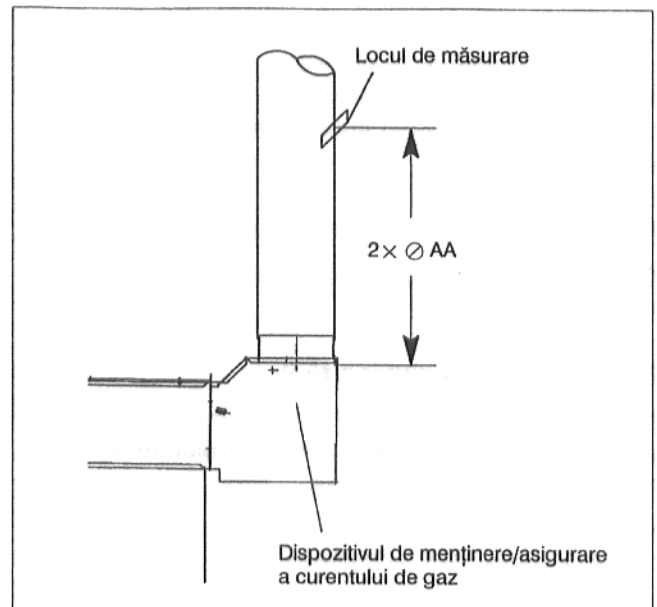

Fig. 6
- Faceți o gaură în conducta gazelor de ardere, ca. $2 \times \varnothing AA^*$ după dispozitivul de menținere a curentului la partea opusă cazanului (Fig. 6).